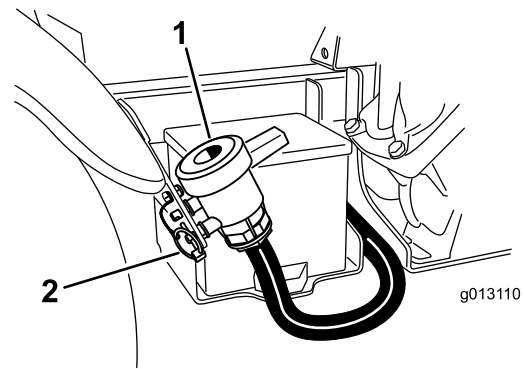

Bild 27
2. Ermitteln Sie das Ablassventil des Behälters an der rechten Seite der Maschine (Bild 27). Das Ventil befindet sich an der Kotflügelhalterung neben der Batterie.